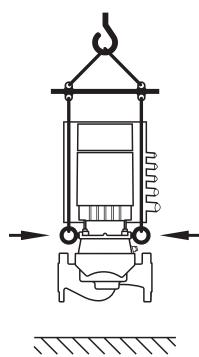

Fig. 8: Transporte de la bomba
- El transporte de la bomba tiene que llevarse a cabo con medios de elevación permitidos (por ejemplo, polipasto, grúa, etc.). Estos elementos se tienen que fijar en las armellas de transporte colocadas en la brida del motor (Fig. 8, presentado aquí: dirección de elevación con eje vertical del motor).